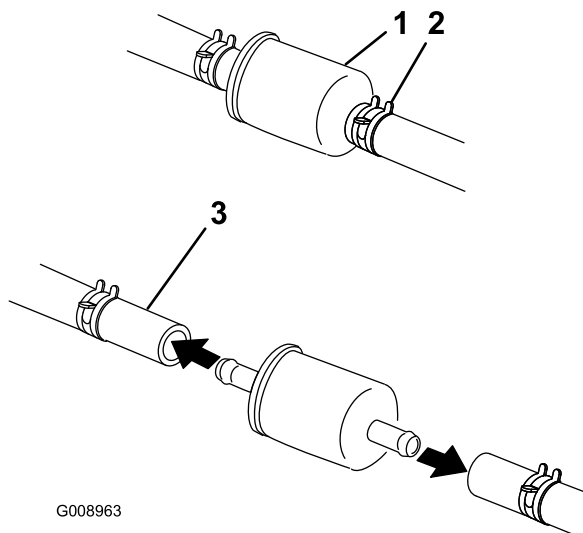

Figure 39
4. Pincez les extrémités des colliers et faites glisser ceux-ci pour les éloigner du filtre (Figure 39).